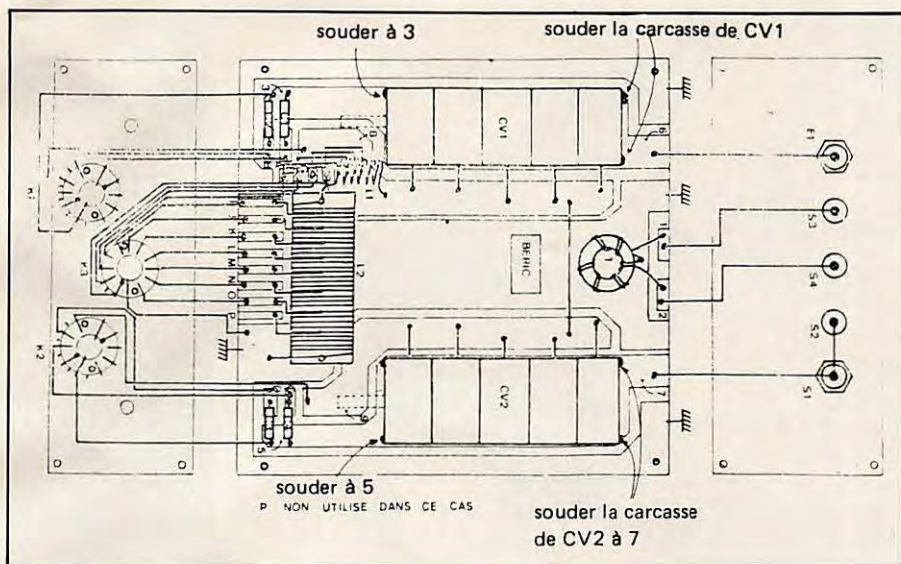

FIGURE 8
Pour tout ce qui va suivre, se référer au schémas fig. 8 et 9
- () Présenter la face arrière au fond du coffret et exécuter au plus court comme sur fig. 8 avec le fil souple de forte section.